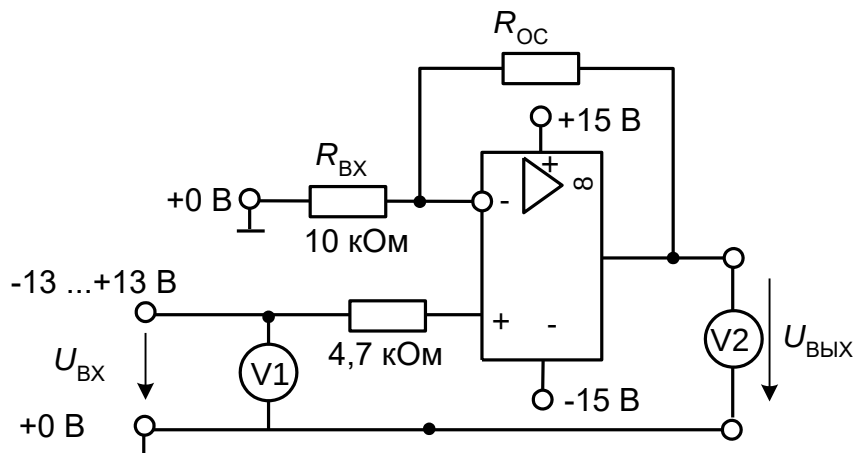

Рис. 7.24. Принципиальная схема неинвертирующего усилителя.
- Соберите цепь неинвертирующего усилителя (рис. 7.24 и 7.25).